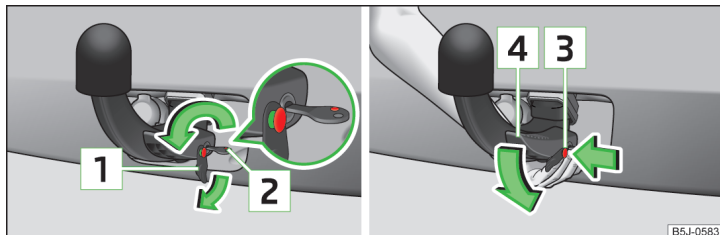

Fig. 128 Sbloccaggio della leva di comando della testa sferica/Allentamento della testa sferica
- Rimuovere il coperchio [1] dalla serratura in direzione della freccia » fig. 128.